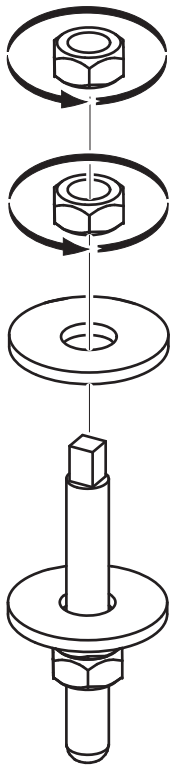

Fig. 1
- Svitare i due dadi superiori ed estrarre la rondella dal perno filettato (Fig. 1).
- Loosen the two upper nuts and remove the washer from the threaded pin (Fig. 1).